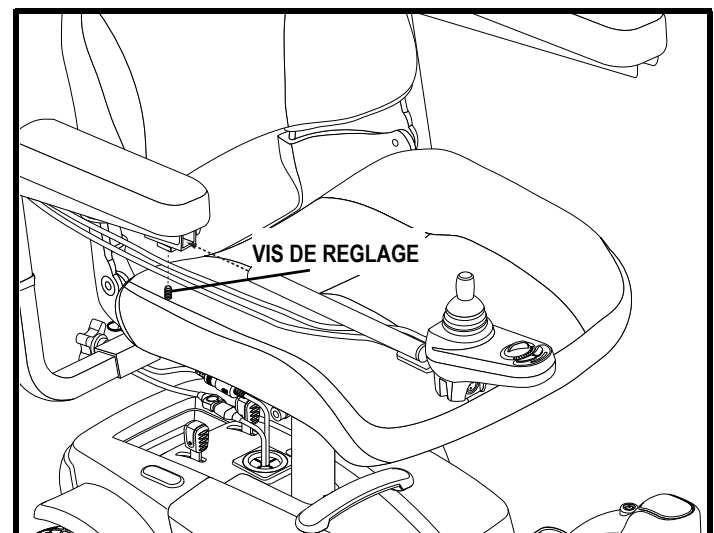

Figure 20. Position du contrôleur
5. Retirez le contrôleur de l'accoudoir. Voir la figure 20.